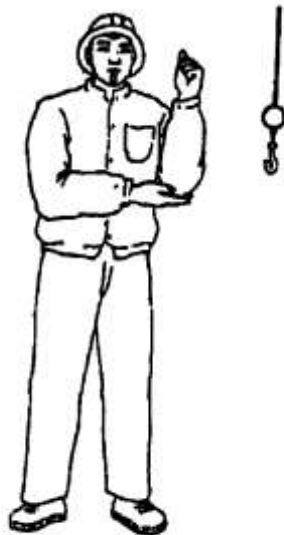

Рис. 24-3
24.3 Нужен дополнительный гак. Одна рука согнута в кулак, локоть вверх, не двигается. Одна рука согнута в локте. Пальцы второй руки касаются локтя (рис. 24-3).